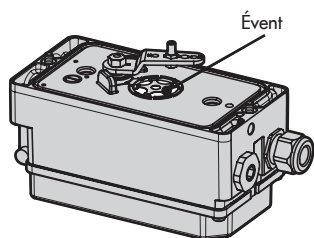

Fig. 5-1 : Évent
- Ne pas obturer ni réduire l'évent sur site (cf. Fig. 5-1).